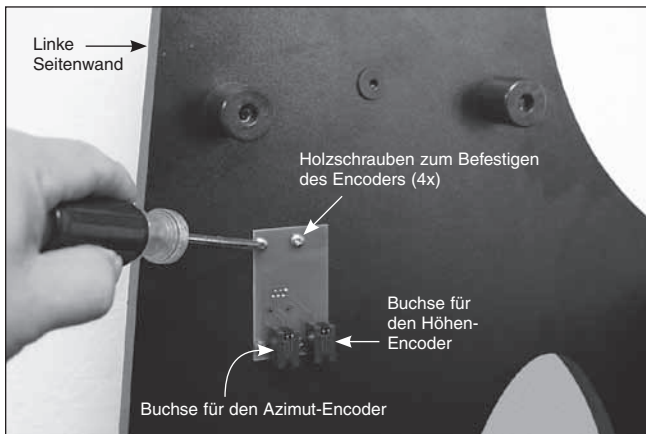

Abbildung 10. Montieren Sie die Encoder-Anschlussplatine mit Hilfe von vier Schrauben zum Befestigen der Encoder-Platine an der linken Seitenwand.
einem Kreuzschlitz-Schraubendreher die vier Holzschrauben zum Befestigen des Encoders in die Anschlussplatine sowie in die dafür vorgesehenen Bohrungen in der linken Seitenwand, und ziehen Sie sie fest (Abbildung 10).
19. Verbinden Sie das eine Ende des Kabels für den Azimut-Encoder (das kürzere der beiden Flachkabel im IntelliScope-Bausatz) mit der Encoder-Buchse in der oberen Basisplatte der Dobson-Basis. Verbinden Sie das andere Ende mit der Encoder-Anschlussplatine an der linken Seitenwand der Basis. Das Kabel für den Azimut-Encoder muss in die Buchse auf der linken Seite der Encoder-Anschlussplatine gesteckt werden (Abbildung 10).
20. Schließen Sie das eine Ende des Kabels für den Höhen-Encoder (das längere der beiden Flachkabel im IntelliScope-Bausatz) an die Modulbuchse der Baugruppe des Höhen-Encoders an. Stecken Sie das andere Ende des Kabels für den Höhen-Encoder in die Buchse rechts an der Encoder-Anschlussplatine (Abbildung 10).